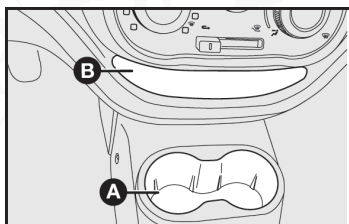

fig. 52
- En la parte central del tablero de instrumentos B-fig. 52;